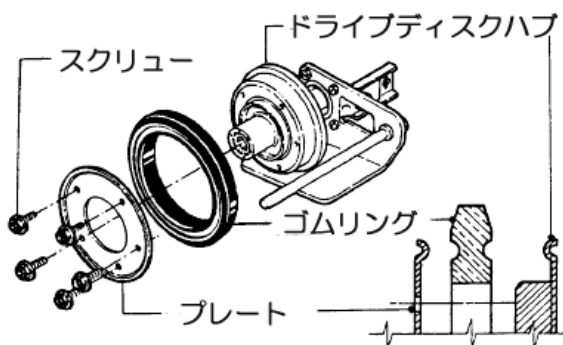

図6-12A
3. 駆動ディスクとゴムのリングを固定する5本のスクリューとプレートを外します。(図6-12A)